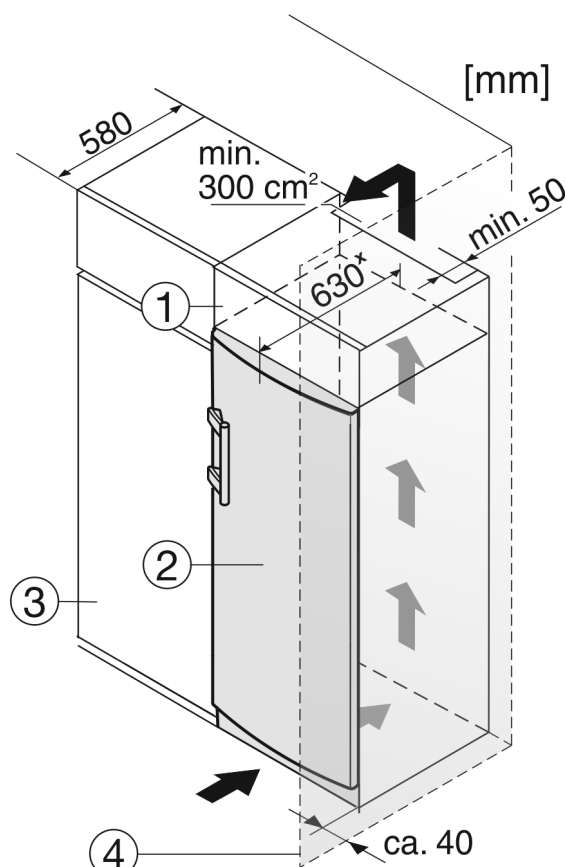

Fig. 11
- (1) Mobile da appoggio
- (2) Apparecchio
- (3) Mobile da cucina
- (4) Parete
L'apparecchio può essere incassato nell'arredamento per la cucina. Per adattare l'apparecchio Fig. 11 (2) all'altezza della cucina componibile, è possibile applicare sopra l'apparecchio un adeguato mobile da appoggio Fig. 11 (1).
Si la cocina posee armarios (profundidad máx. 580 mm), el aparato se puede colocar directamente junto al armario de cocina Fig. 11 (3). El aparato sobresale 34 mm* por los lados y 50 mm* en el centro del aparato respecto al frente del armario de cocina.
Se l'apparecchio con cerniere viene installato accanto ad una parete Fig. 11 (4), la distanza minima fra l'apparecchio e la parete deve essere almeno di 40 mm, che corrisponde alla sporgenza della maniglia con la porta aperta.